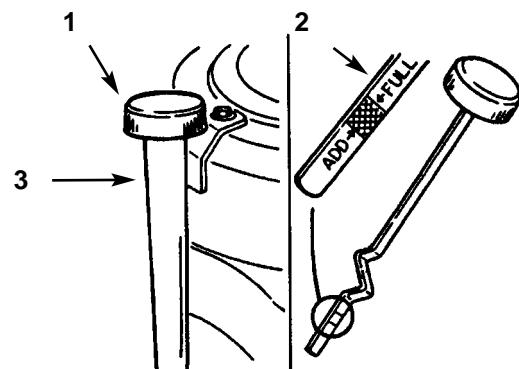

Fig. 33
- Pulite attorno all'asta di misurazione del livello dell'olio (Fig. 33) perché lo sporco non penetri nel foro di riempimento, danneggiando il motore.
- Svitate l'asta di misurazione dell'olio e pulitene l'estremità di metallo (Fig. 33).
fondo sul tubo di riempimento (Fig. 33). Svitate di nuovo l'asta ed osservatene l'estremità di metallo: se il livello dell'olio è basso, versate lentamente nel tubo di riempimento abbastanza olio da portare il livello alla tacca "FULL".
6. Versate lentamente nel tubo di riempimento (Fig. 33) circa l'80% del quantitativo di olio indicato. Ora verificate il livello; vedi *Verifica del livello dell'olio*, punti 4 e 5.